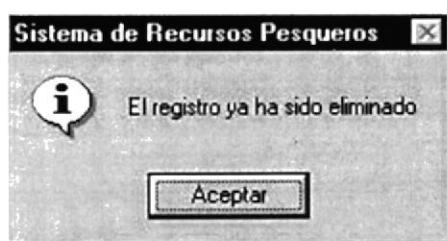

Figura 9.55 Mensaje de ya eliminado
4. Si el Puerto que desea eliminar ya ha sido Eliminado, aparecerá el siguiente mensaje (ver figura 9.55)